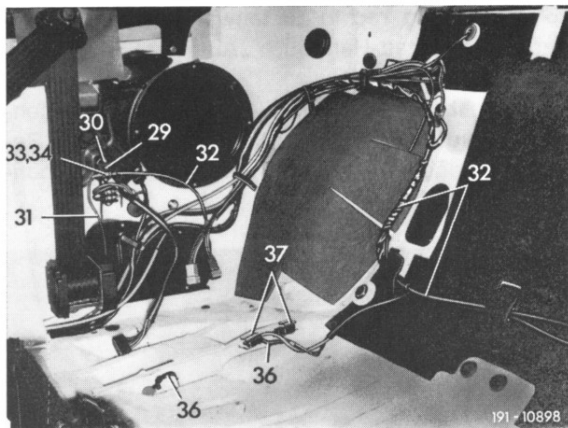

Bild 16
48 Leitungsverbinder (29) mit den beiden Blechschrauben (30) am rechten Fondseitenteil nach Bild 16 anschrauben, dazu zwei Befestigungslöcher mit 2,8 mm Durchmesser bohren.
52 Zusatzleitungssatz (32) nach Bild 16 und 17 verlegen und mit den Teilen (35 bis 38) befestigen.